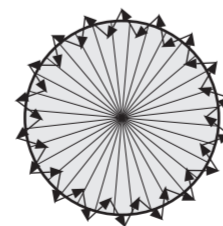

图 21
4.3.4 从外面横向直至感应模式处，直至 LED 打开约 2 秒后关闭，下一次触发间隔 2 秒（见图 21）。